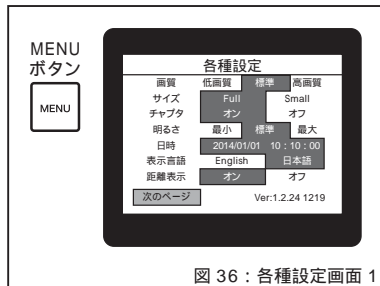

図 36：各種設定画面 1
#### 各種設定画面を表示する(図 36)
- MENU ボタンを押すと図 36 の各種設定画面が表示されます。変更、設定したい機能を▲、▼にて選択し「再生/決定」ボタンを押すとカーソルが右へ異動し、設定を選択できるようになります。設定したいモードを選び、「再生/決定」ボタンを押すと設定が変更され、カーソルが左に移動します。
- カーソルを「前のページ」に移動し「再生/決定」ボタンを押すと、各種設定画面 1(図 36)に戻ります。